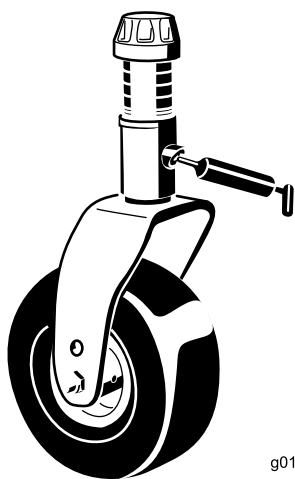

Рисунок 15
- Втулки валов вилок поворотных колес (4 шт.) (Рисунок 15).